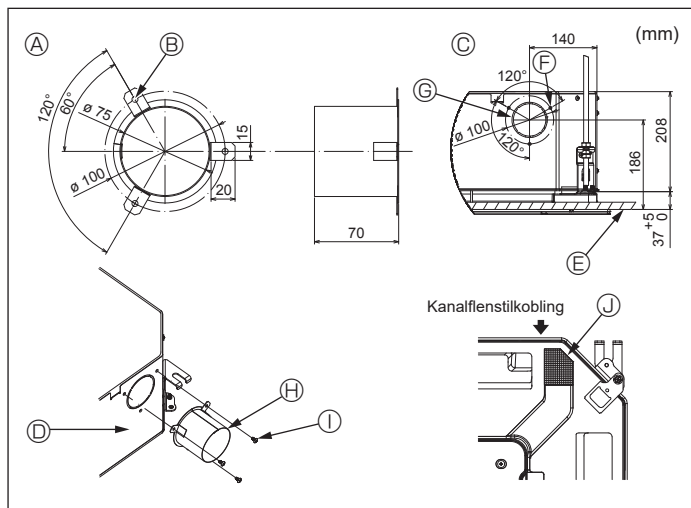

Fig. 4-3
4.3. Kanalmontasje (i tilfelle av friskluftsinntak) (Fig. 4-3)